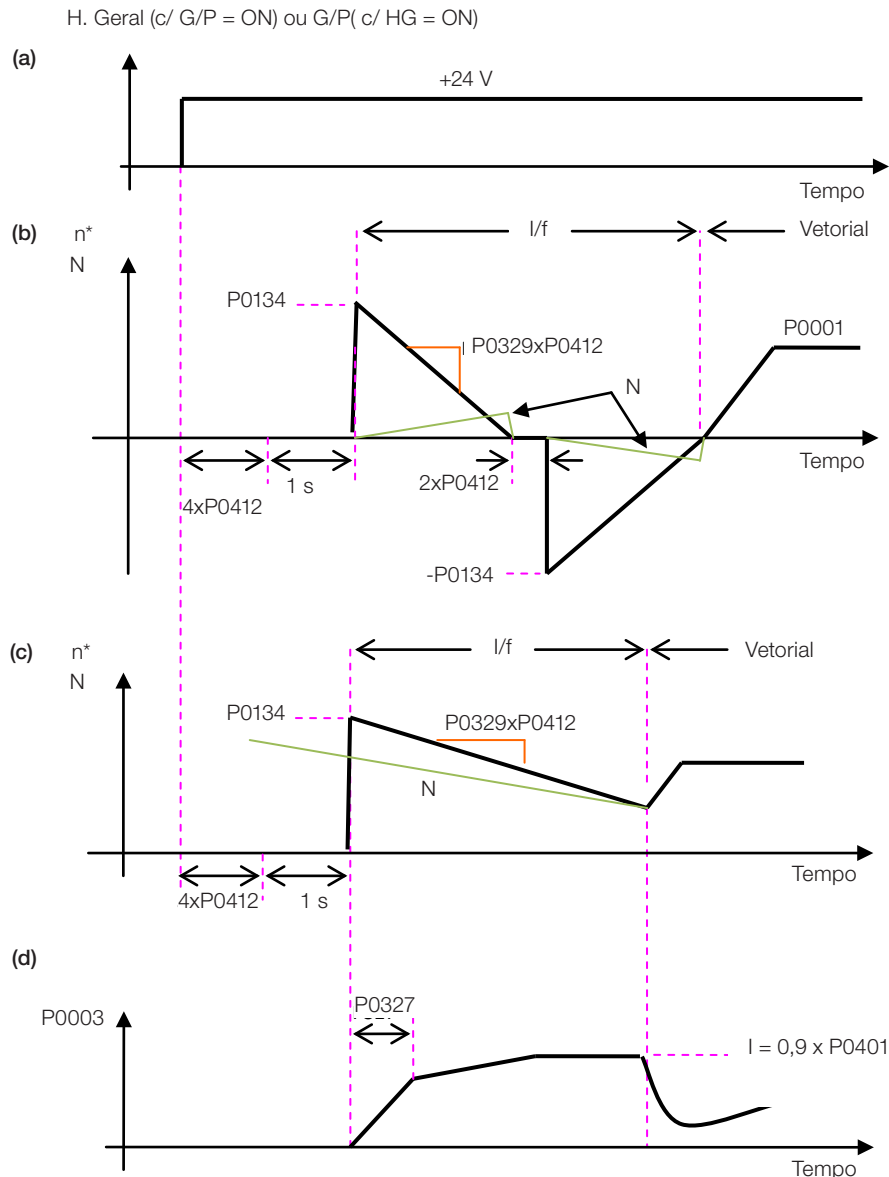

Figura 12.4: (a) a (d) Influência de P0327 e P0329 durante o Flying Start (P0202 = 4)
O comportamento da Função Flying Start (FS) no modo sensorless durante a aceleração e a re-aceleração pode ser compreendido a partir da Figura 12.4 na página 12-11.
Na Figura 12.4 na página 12-11 é apresentado o comportamento da referência de velocidade quando a função FS é iniciada com eixo do motor parado e P0329 pequeno (não otimizado).
A Figura 12.4 na página 12-11 apresenta a referência de velocidade quando a Função FS é iniciada com o eixo do motor girando no sentido desejado ou com o eixo parado e P0329 já otimizado.